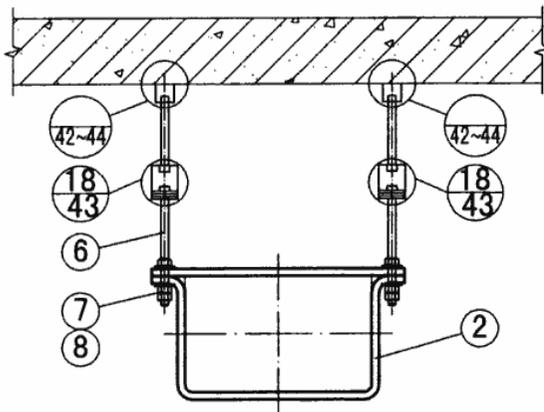

图4
2. 图1、图4中预留孔宽为200mm；预留孔内用C20细石混凝土填实。